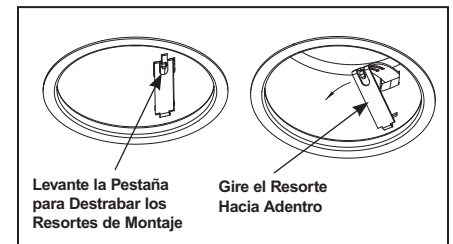

Figura 8
Paso 3. Quite la cinta adhesiva que sella los tres resortes. Destabe los clips de remodelación y quite la carcasa del techo. (Figura 8)